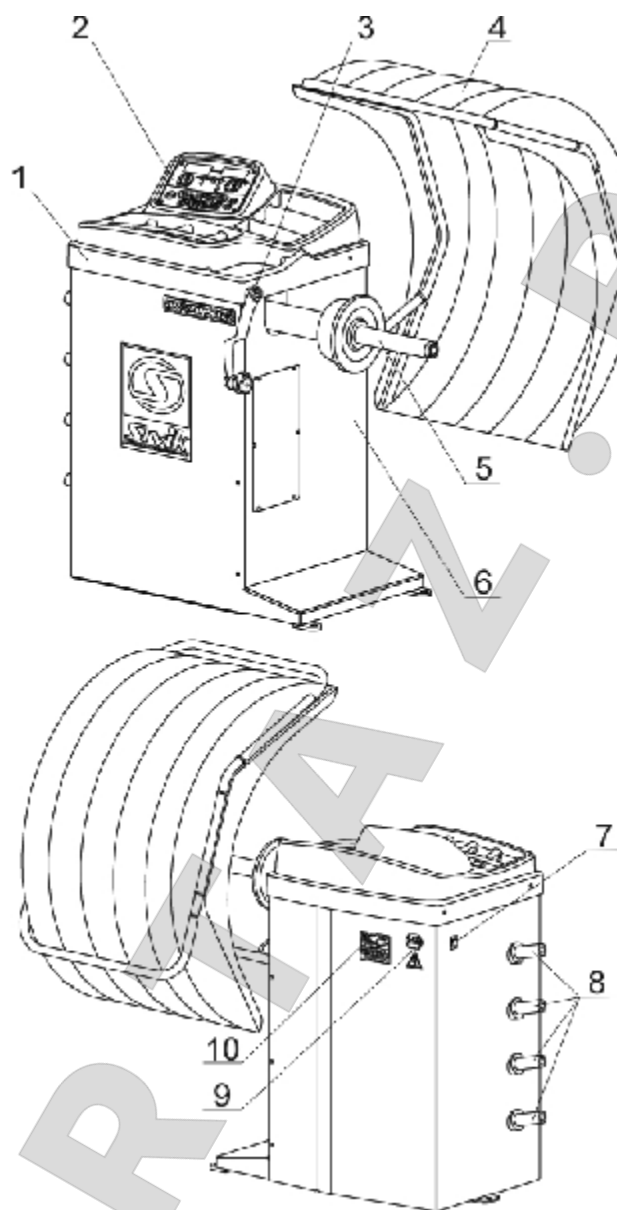

Рисунок 4.1
4.2.7 Подключить сетевой кабель к гнезду станка, расположенному на задней панели корпуса станка (рисунок 4.1), и к питающей сети, оборудованной розеткой с контактом заземления.